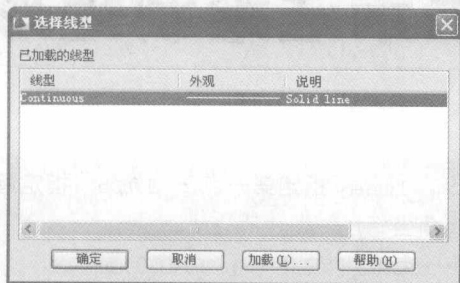
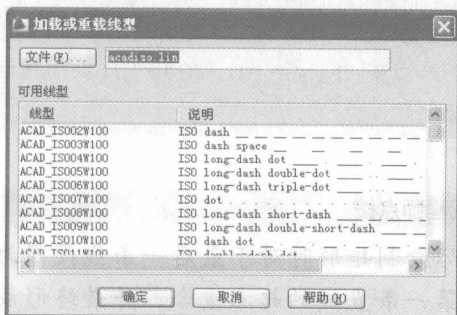

图 3-4 “选择线型”对话框
图 3-5 “加载或重载线型”对话框
Step 04 想要修改图层的颜色、线型和线宽等,需单击对应的图标进入相应的设置对话框。例如需要修改图层的线型,则单击该图层的线型图标,弹出“选择线型”对话框,如图 3-4 所示,“线型”列表显示默认的线型设置,单击“加载”按钮,弹出“加载或重载线型”对话框,选择合适的线型,如图 3-5 所示。单击“确定”按钮,返回“选择线型”对话框,所选择线型显示在“线型”列表中,选择